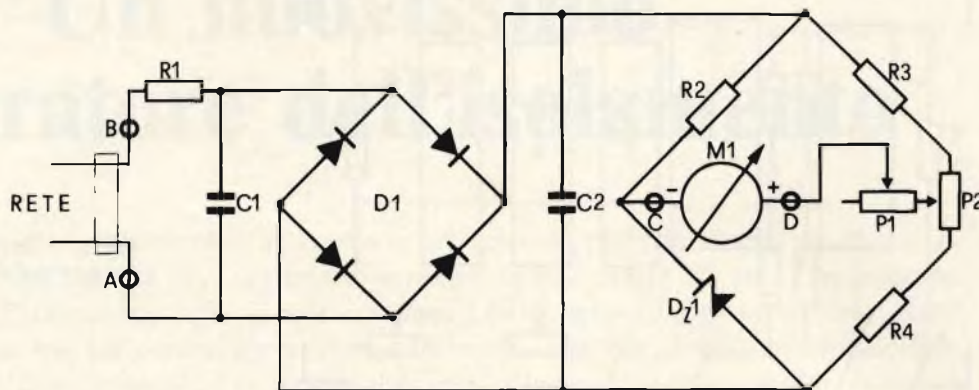
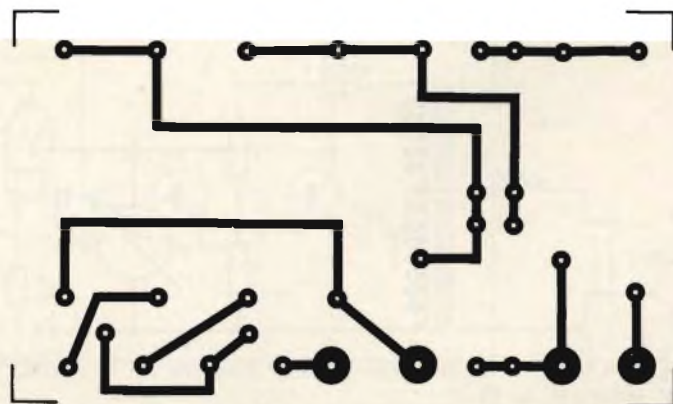
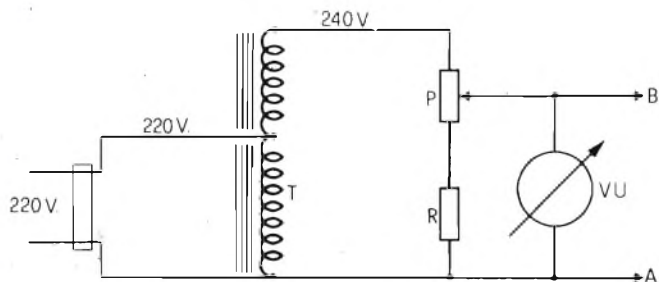

Fig. 6 - Secondo esempio applicativo: voltmetro a scala espansa per il controllo della tensione di rete.
Fig. 7 - Circuito stampato relativo allo schema di figura 6.
Fig. 9 - Circuito necessario come sorgente campione per la taratura del voltmetro di fig. 6.
Questa volta vi risparmiamo tutti i calcoli (anche perché pensiamo che a questo punto siate capaci di farli per conto vostro) e passiamo invece subito alla descrizione del circuito elettrico di fig. 6.
ELENCO DEI COMPONENTI Fig. 6
Il circuito di fig. 6 trova posto su una basetta stampata di circa 50 x 55 mm.: il disegno delle piste ramate è in fig. 7. Un pezzo di basetta preforata va comunque più che bene e permette un montaggio più veloce, anche se meno elegante.
Per tarare il voltmetro di fig. 6 occorrono un cacciavite (sic!) e una sorgente di tensione alternata variabile da circa 200 a circa 250 V. Il primo ce l'hanno tutti; la seconda può essere ottenuta con il circuito di fig. 9, tarandola man mano con un tester preciso con scala molto ampia (e chi non ce l'ha se lo faccia prestare).
- 2) per mezzo del circuito di fig. 9, inviare all'ingresso del voltmetro 220 V esatti (valore del centro scala); regolare P2 perché l'indice dello strumento sia a centro scala;
- 3) regolare P (fig. 9) fino ad ottenere la minima tensione prevista (es.: 200 V); agire poi su P1 perché l'indice si porti esattamente sull'estremo sinistro della scala;